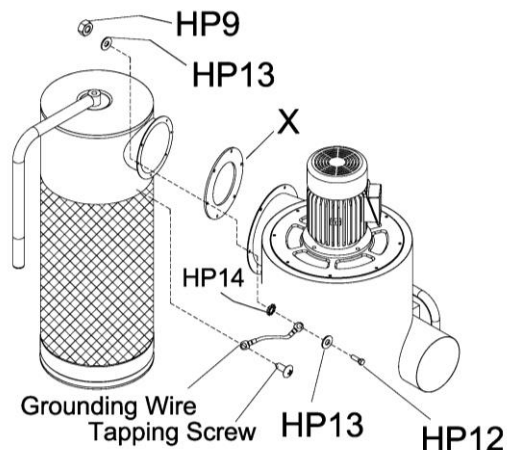

Figure 9
10. Placez le joint (X) entre le filtre à cartouche et le boîtier principal. Installez le filtre à cartouche sur le boîtier principal à l'aide de l'hexagone, vis à capuchon (HP12), rondelle (HP13) et écrous (HP9). Vous devez fixer le fil de terre du filtre à cartouche au point de connexion le plus proche, comme indiqué sur la figure 9.
Le fil de terre est pré-attaché au filtre à cartouche. Lors de l'installation du filtre à cartouche sur le boîtier principal, vous devez connecter le fil de terre au boîtier principal comme indiqué sur la figure 9.
Assurez-vous d'utiliser la rondelle en étoile (HP14) lors de cette connexion. Positionnez la rondelle étoile (HP14), le fil de terre et la rondelle plate (HP13) comme indiqué sur la figure 9.